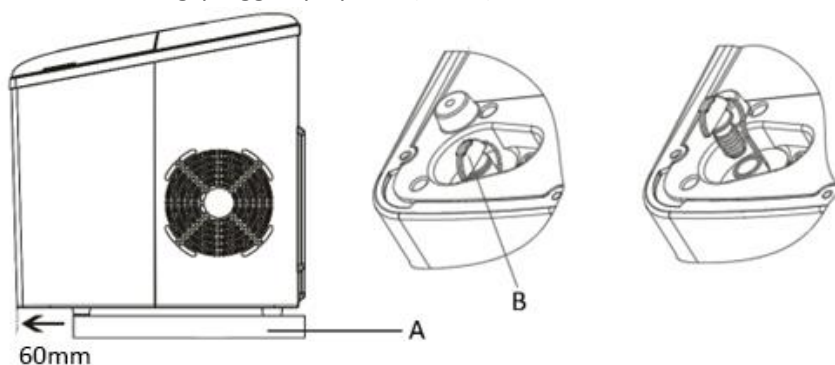

bild 4
Flytta apparaten framåt till en plats 60 mm ut från arbetsbordet (A) och öppna tömningspluggen (B) för att tömma ut överskottsvattnet. Du kan använda en behållare för att samla upp överskottsvattnet. Sätt sedan tillbaka tömningspluggen på plats. (bild 4)